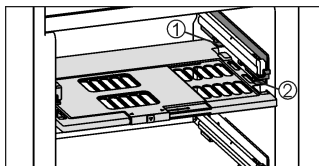

Fig. 8
- ▶ Introduire la plaque de régulation de l'humidité : insérer les travers du couvercle de la plaque par le bas dans le support arrière Fig. 8 (1) et encliqueter devant dans le support Fig. 8 (2).